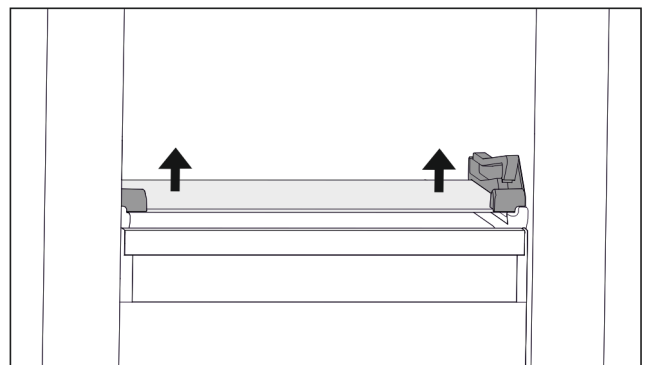

Fig. 70 Скляна пластина відкидного висувного ящика
- ▶ Складну пластину натиснути з обох боків знизу вгору. (див. Fig. 70)